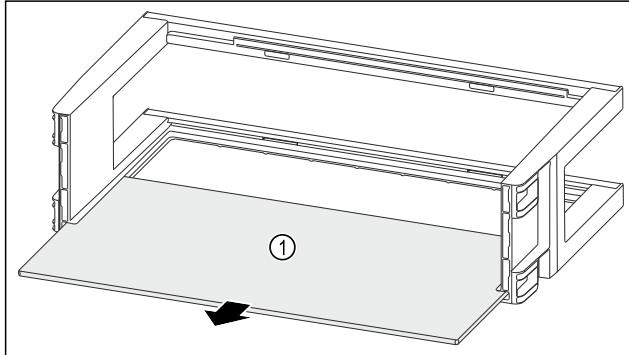

Fig. 112
- Дістаньте полицю Fig. 112 (1).